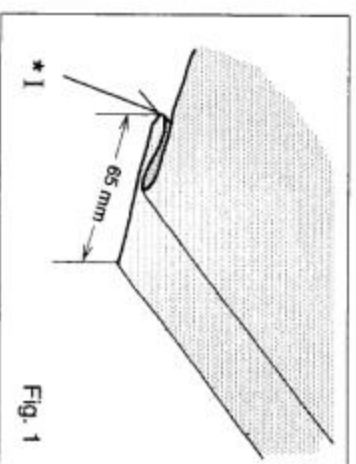

Fig. 1
1. Turn up the hem to the required depth and press. Fold the hem back against the 'right' side of the garment, creating a 'soft' fold on the 'wrong' side of the fabric - see Fig. 1.
1. Replier le tissu sur l'envers à la profondeur désirée pour l'ourlet et repasser le pli. Rabattre l'ourlet vers l'endroit du tissu en ne laissant dépasser qu'un faible bord du côté envers (Fig. 1).
Con el reverso del material hacia arriba hacer cuidadosamente el primer pliegue trayendo el resto del material de la izquierda para hacer un segundo pliegue o doblado en la parte superior cerca del borde del material (Ver Fig. 1).
1. Risvoltare l'orlo alla richiesta profondità e pressare. Piegare indietro l'orlo contro il lato destro dell'indumento con una piega soffice sul rovescio del tessuto. Vedere Fig. 1.
1. Vouw de zoom in de stof op de door u gewenste zoombreedte en pers deze vlak. Vouw de zoom terug naar de juiste kant van het kledingstuk, zodat er een flauwe vouw komt, aan de verkeerde kant van de stof. Zie Fig. 1.